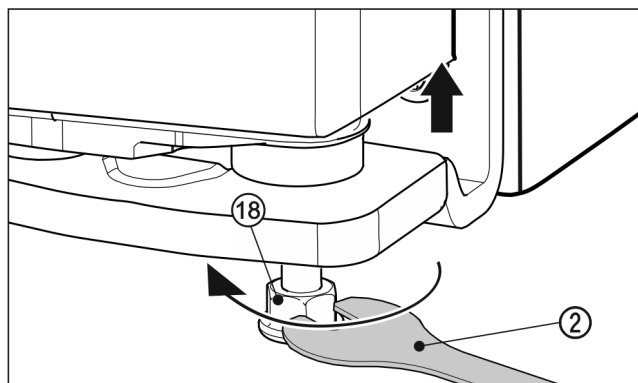

Fig. 26
- 使用附带的叉形扳手 Fig. 26 (2) 向右旋转垫脚 Fig. 26 (18)，直到接触地面，以便抬起门。之后继续旋转，直到门的高度调整完毕。交货时，轴承螺栓处于完全拧入状态。